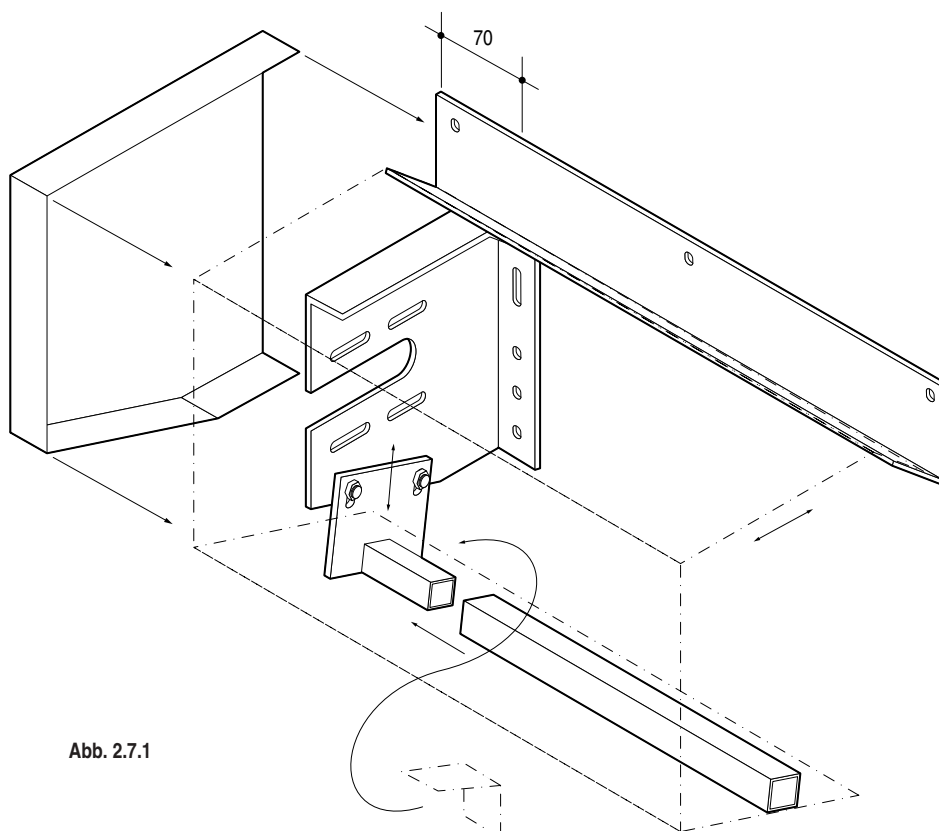

Abb. 2.7.1
- 1 Das Aufnahmeprofil auf die Konsolen setzen und auf der Montagefläche über der Konsole befestigen (siehe Abb. 2.7.1).